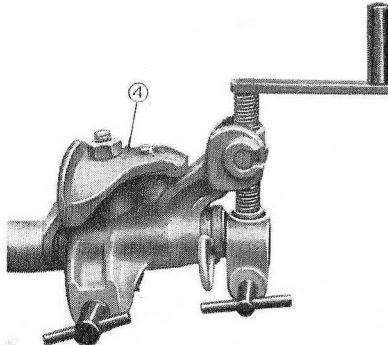

Fig. 18
b) **Oscillation limitée du porte-outil** (fig. 18). - La bride d'aplomb (4) doit être retournée d'avant en arrière, la rondelle n° 40.209 montée sur le goujon avant.